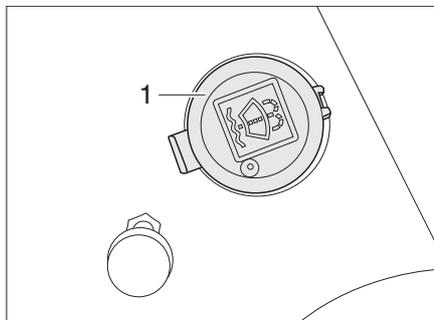

Bild 25 Einfüllstutzen Waschwasserbehälter
- Den Deckel (Bild 25,1) vom Einfüllstutzen des Waschwasserbehälters abnehmen.